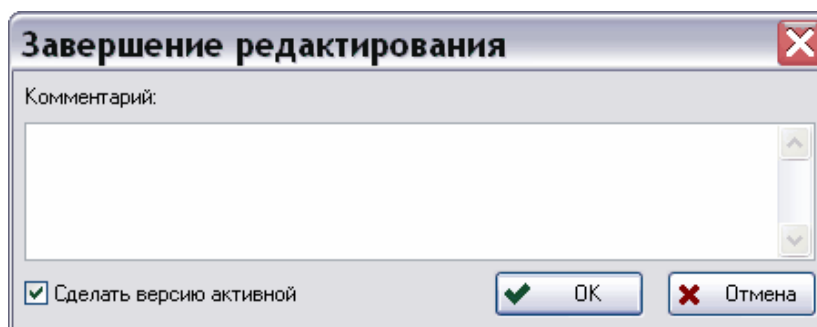

Рис. 39
2. Нажмите на кнопку **Сохранить выделенные в БД и завершить редактирование** . После этого появится диалоговое окно **Завершение редактирования** (Рис. 39).